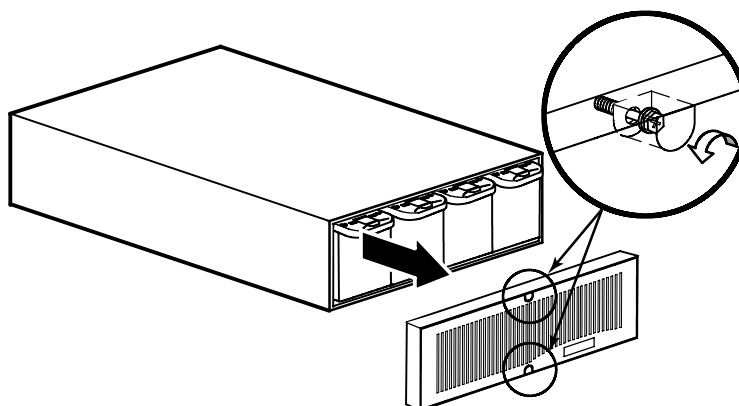

Рисунок 41. Снятие передней крышки ЕВМ
3. Снимите переднюю крышку дополнительного батарейного модуля (см. рис. 41).